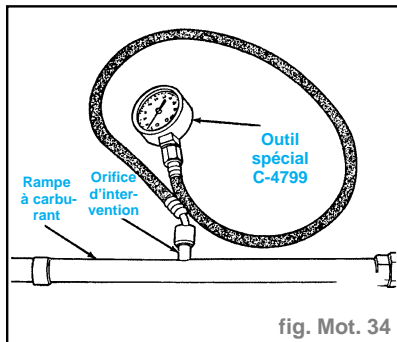

fig. Mot. 34
- brancher le manomètre **C-4799B** à l'orifice d'essai (fig. Mot. 34),